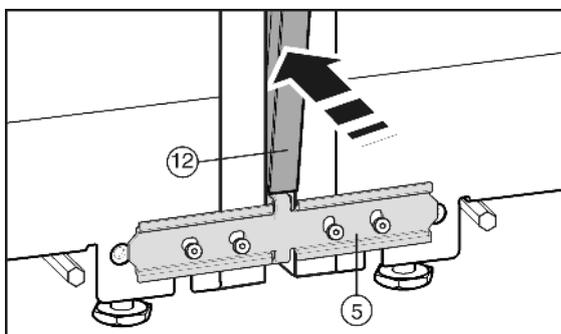

Fig. 9
Перед установкой планки из нержавеющей стали Fig. 9 (12) сведите обе перемычки вместе по всей длине. Так планка легче войдет в зазор. Для вдавливания планки используйте мягкую ткань, чтобы не допустить образования вмятин на ее поверхности. Планку следует вдавливать аккуратно и прямо, чтобы получить оптимальное соединение.
- ▶ Вдавите длинную планку из высококачественной стали Fig. 9 (12) в вертикальную щель на передней стороне. Обратите внимание, что планка опирается на соединительный лист Fig. 9 (5).